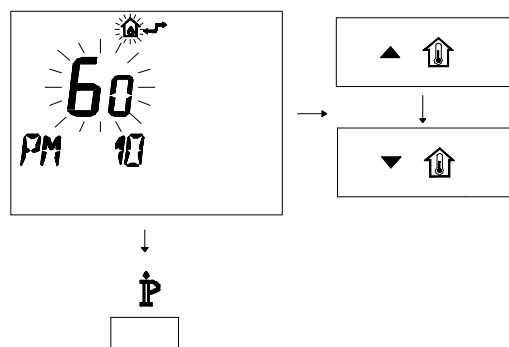

Figura 5.64
- Per modificare il SET programmato agire sui pulsanti  o  e aspettare che il numero programmato cominci a lampeggiare (Figura 5.64).